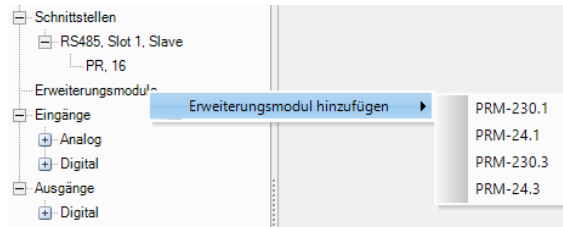

Abb. 4.1
- PRM-Modul über das Kontextmenü hinzufügen (Abb. 4.1)